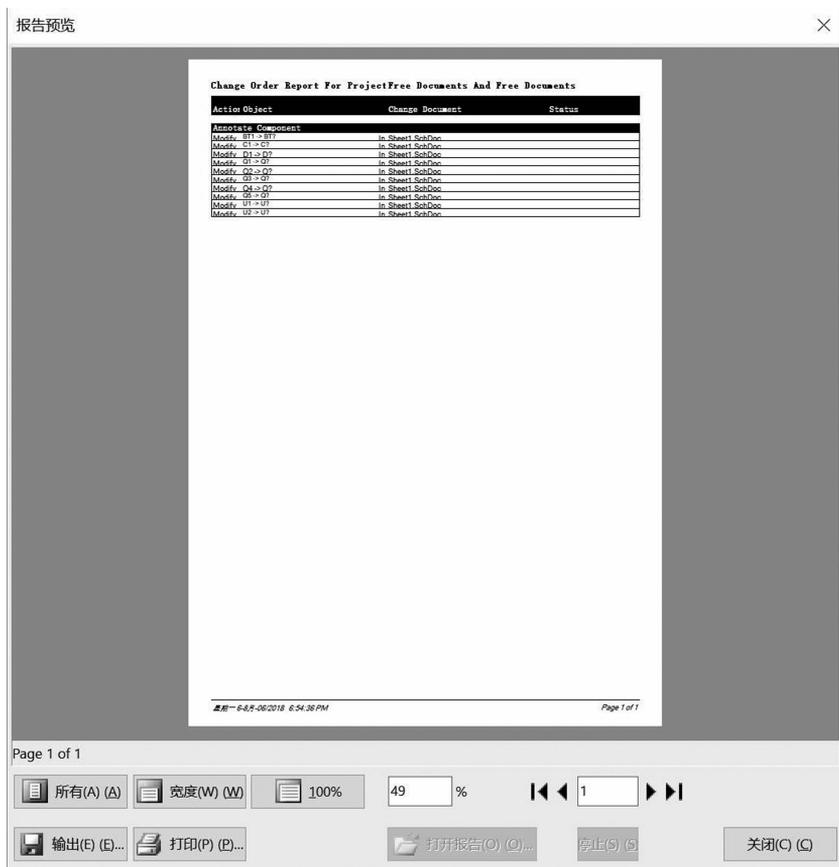

图4-119 “报告预览”窗口
② 单击“报告更改”按钮，打开如图4-119所示的“报告预览”窗口。